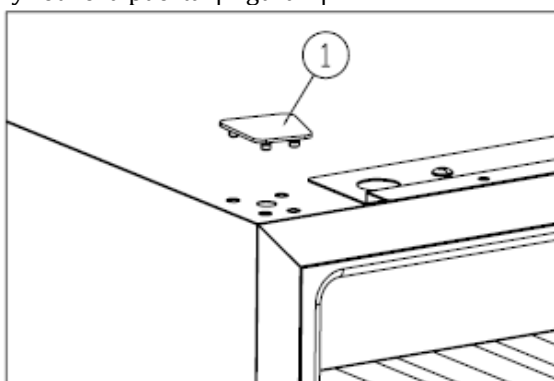

figura 3
- Retire la tapa del sello (1). [Figura 3]